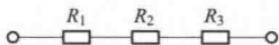

图 1-3 电阻的串联
(11) 电阻串联电路——电路中几个电阻首尾依次连接, 流过同一电流, 这种连接电路叫做串联电路, 如图 1-3 所示。在串联电路中